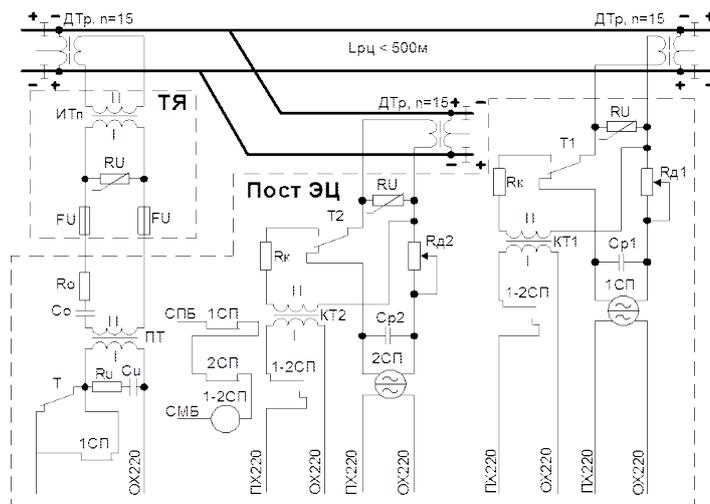

Рисунок 1 – Схема рельсовой цепи
1. Дана схема рельсовой цепи (Рис. 1). Определить её тип в зависимости от вида рельсовой линии;